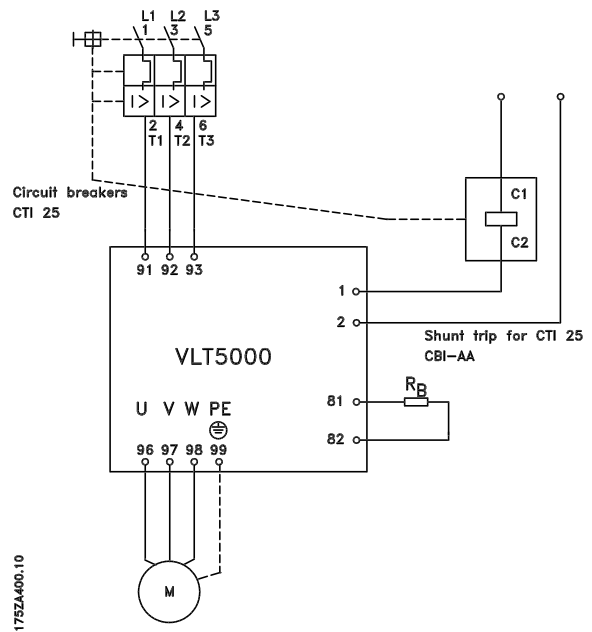

Abb. 4
- Wird die Schaltung nach Abb. 4 verwendet, so ist Parameter 323 auf *Bremsfehler* [30] einzustellen.